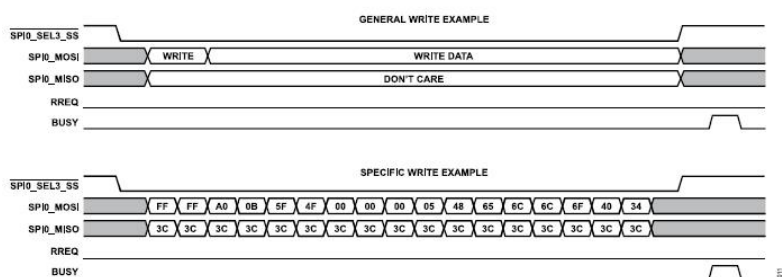
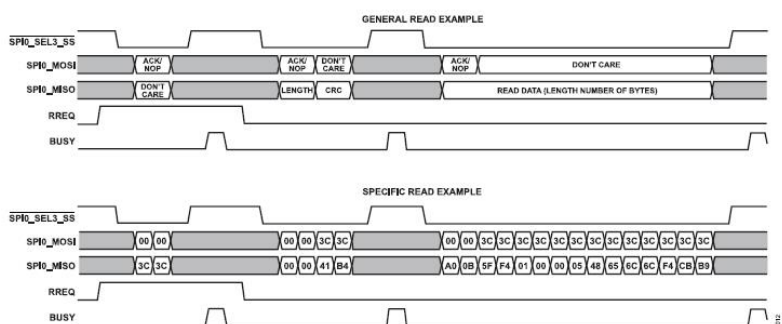

図 10. SPI書込みの一般例および具体例
図 11. SPI 読出しの一般例および具体例
- ▶ マルチトランザクション読み出し動作のシーケンスの詳細を図11に示します。
実際のデータを使用した書込みトランザクションの例を 図10に、読み出しトランザクションの例を 図11に示します。トランザクションは、UI_EchoReqメッセージとUI_EchoResメッセージを伴うNI_Discoverメッセージで、このメッセージは Developer Portal のNI-Example-Appワークスペースにあるni-api-srvのコードに詳細が示されています。